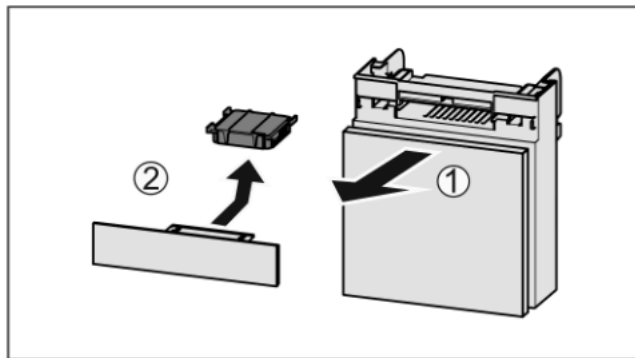

Fig. 69
- ▶ Estrarre il vano tirando in avanti Fig. 69 (1).
- ▶ Rimuovere il filtro a carboni attivi Fig. 69 (2).